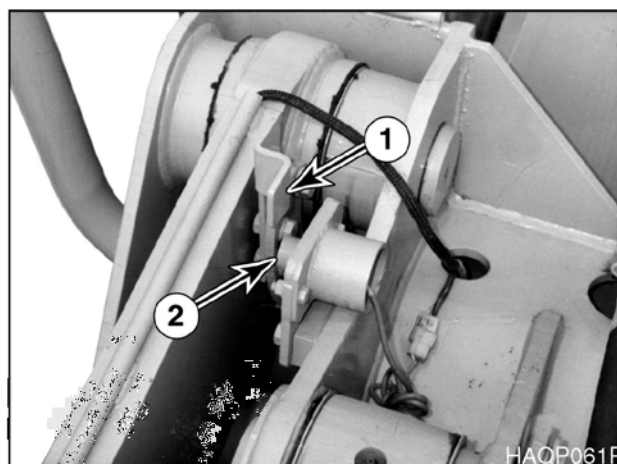

Рис. 32
Установка рычага ковша в положение "L" зафиксирует рычаг управления блокировкой в положении опускания ковша. Стрела опустится до положения, при котором отключающая пластинка (1 рис. 32) коснется конечного переключателя опускания ковша (2). Когда конечный переключатель сработает, опускание стрелы прекратится, и рычаг ковша автоматически вернется в нейтральное положение. Отключающая пластинка может быть отрегулирована для установки самого нижнего положения стрелы.